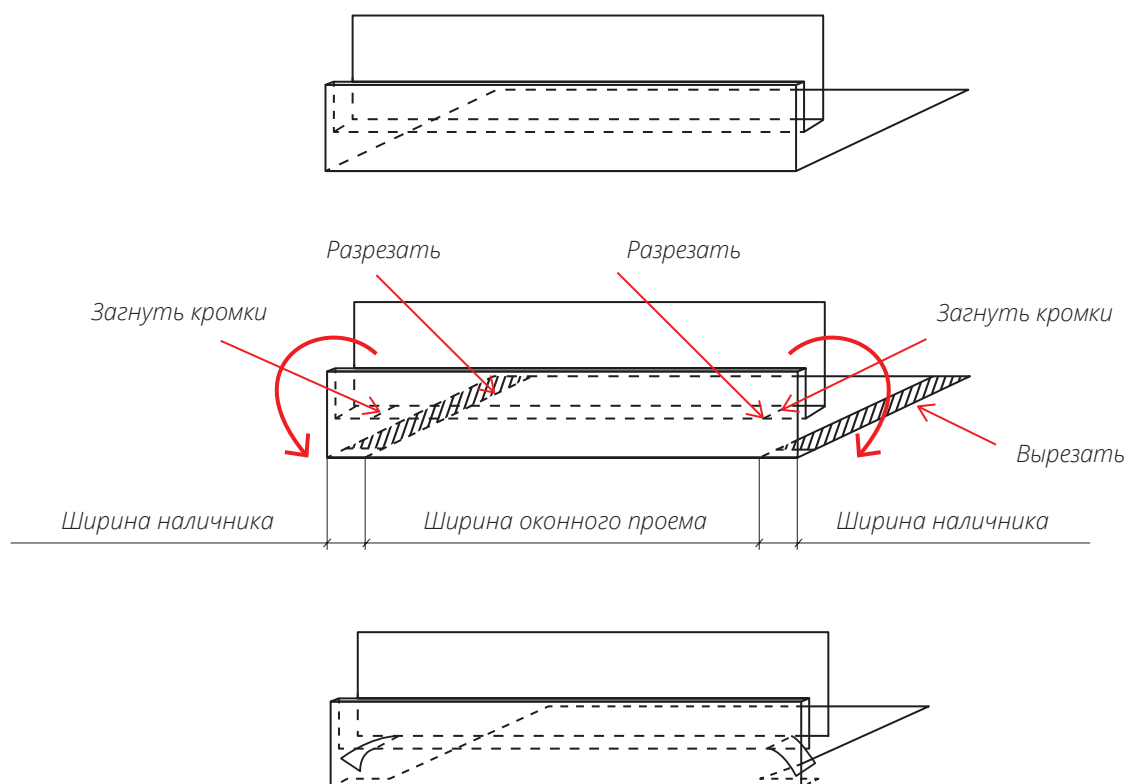

Рис. 21
- Подготовьте верхнюю Околооконную планку по схеме на *рис. 21* и закрепите аналогично боковым планкам.